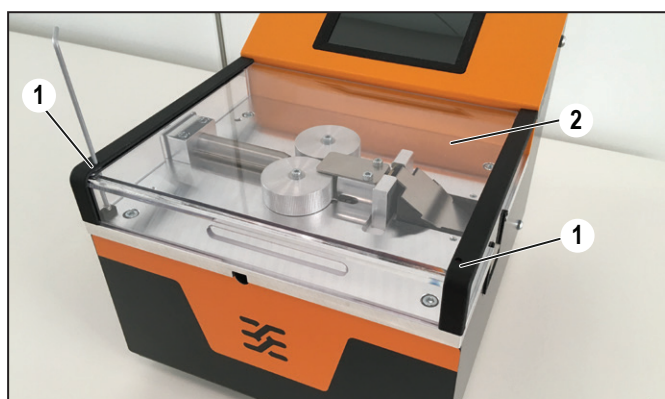

Figura 7.1 Retirar la cubierta de protección
- ▶ Suelte los tornillos de sujeción (Figura 7.1, 1).
- ▶ Levante la cubierta de protección (Figura 7.1, 2) y apártela con cuidado.